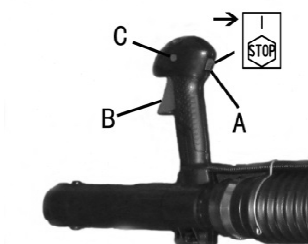

Fig.9
1. Mettre l'interrupteur Moteur (A) à la position I. (Fig.9)